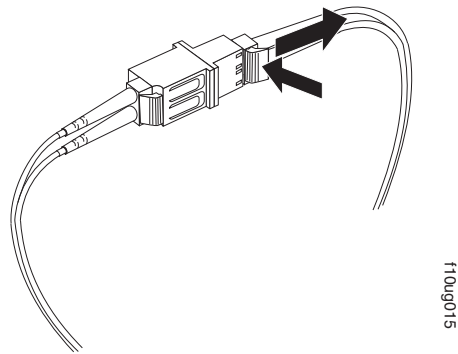

図 35. LC-SC ファイバー・チャネル・ケーブル・アダプターからの LC-LC ファイバー・チャネル・ケーブルの取り外し
2. コネクターを慎重に引っ張って取り外します。図 35 に示すように、LC-SC ケーブル・アダプターから LC-LC ケーブルを取り外すときには、ケーブルではなくコネクターをつかむようにしてください。